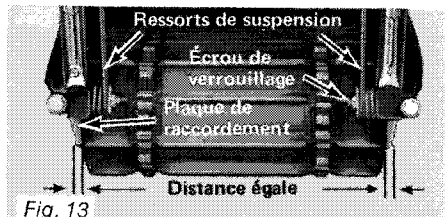

Fig. 13
2. Réglez la tension en tournant les boulons de réglage vers la droite pour l'augmenter et vers la gauche pour la diminuer. Assurez-vous que les deux côtés sont réglés de façon égale. (Voir Fig. 13).
Le moteur en marche, faites tourner **lentement** la chenille. Vérifiez si elle est bien centrée et si elle tourne de façon égale sur les roues dentées arrière. La distance entre les bords de la chenille et les plaques de raccordement doit être la même des deux côtés. (Voir Fig. 13). Un